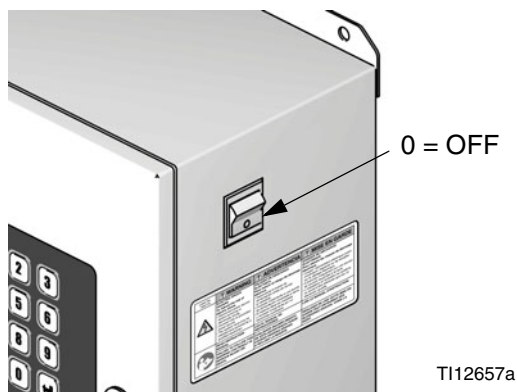

FIG.2: Alimentazione OFF
1. Disattivare l'alimentazione del ProMix 2KS (posizione 0). FIG.2. Inoltre disattivare l'interruttore principale dell'alimentazione.